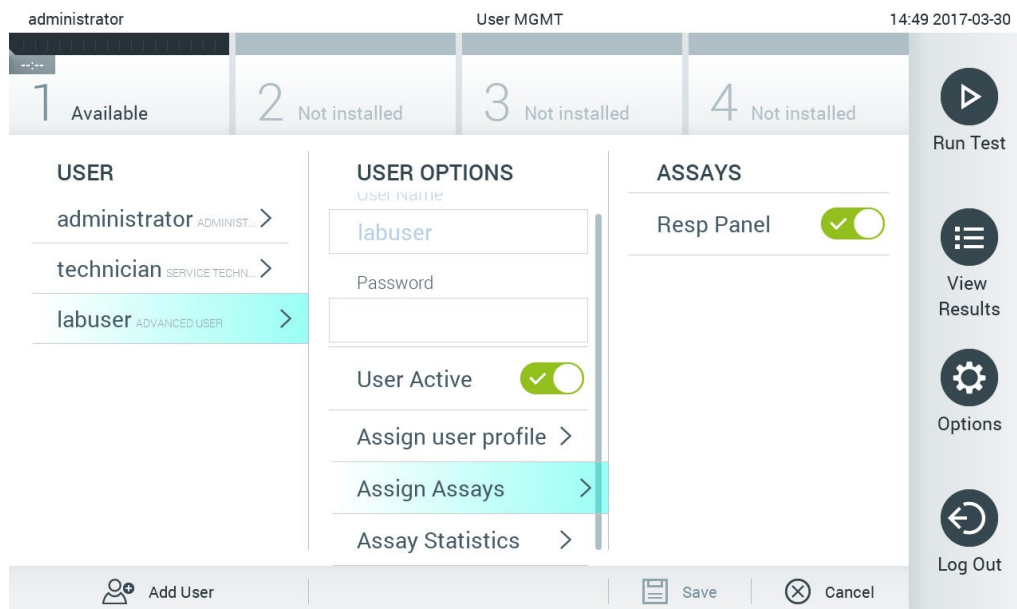

Рис. 55. Призначення аналізів користувачам.
- **Assign Assays** (Призначити аналізи): дозволяє визначати аналізи з бази даних, які користувачеві можна виконувати. Виберіть аналізи зі списку праворуч в області вмісту (рис. 55).